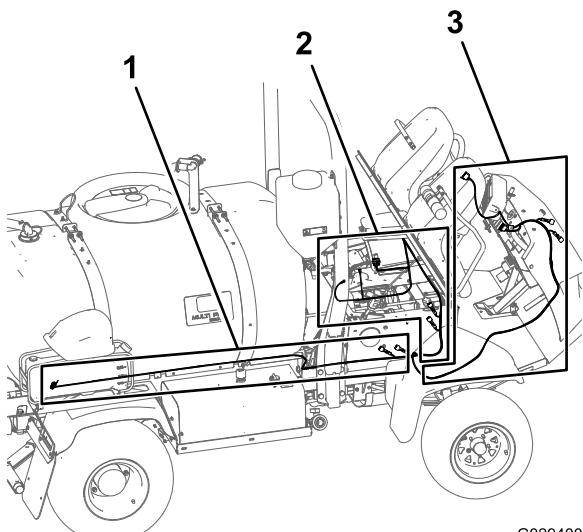
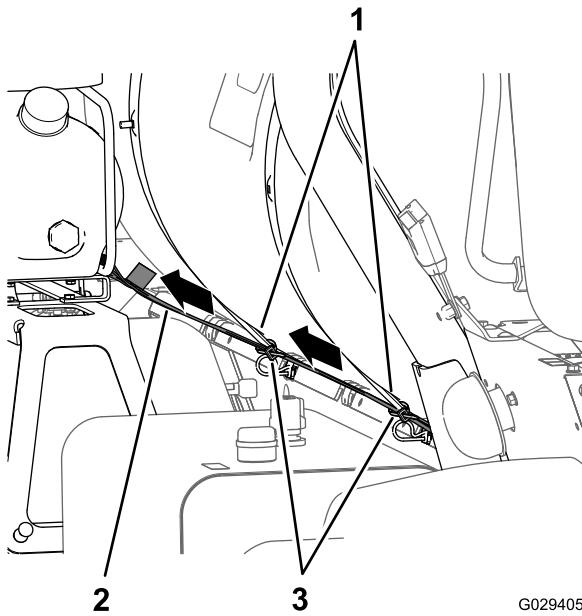

Figura 7
Figura 8
1. Localize a secção de 236 cm da cablagem do compressor com um conector de 4 tomadas e encaminhe a secção da cablagem para trás ao longo do depósito do pulverizador como se mostra na Figura 7 e na Figura 8.